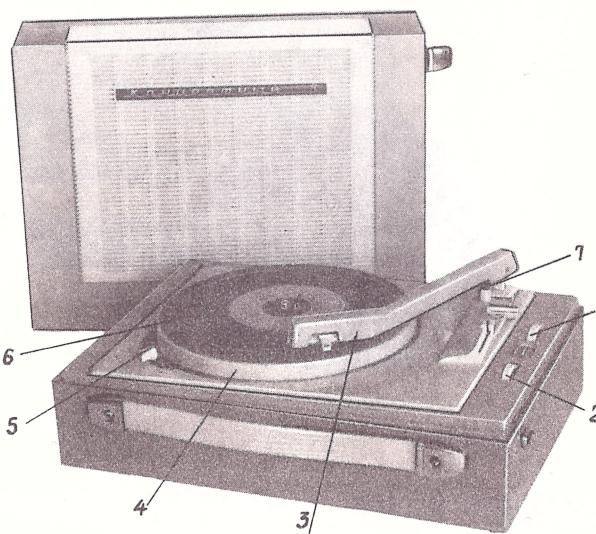

Рис.5
Переключение скоростей вращения диска производится перемещением ручки 5 (см. рис.5) на соответствующие цифры, указывающие число оборотов диска в минуту (45, 16, 33, 78).
Микролифт 7 (см. рис.5) — устройство, производящее опускание на пластинку и подъем звукоснимателя.
Поставьте крышку на некотором расстоянии от основания электрофона, повернув ее лицевой поверхностью к слушателям (рис.5), а сетевой шнур, армированный штепсельной вилкой, включите в сетевую
штепсельную розетку. Установите ручку переключения скоростей 5 (рис.5) на цифру, соответствующую скорости записи грампластинки. Поворотом ручки головки звукоснимателя поставьте необходимую иглу так, чтобы цифра "78" (для обычных) или знак " $\Delta$ " (для долгоиграющих грампластинок) на ручке головки были видны сверху.
Поворотом ручки регулятора громкости 1 (рис.5) от себя включите электрофон, при этом должен быть слышен легкий щелчок.
Поднимите звукосниматель 3 (рис.5) со стойки, отведите его вправо до упора и установите иглу звукоснимателя над интересующей Вас за-
Вращением ручки регулятора громкости 1 и тембра 2 (рис.5) отрегулируйте громкость и тембр звучания.
В электрофоне предусмотрена возможность проигрывания грампластинок с центральным отверстием 38 мм, для чего достаточно перевернуть резиновый кружок 6 (рис.5).
Высота иглы звукоснимателя перед началом проигрывания регулируется винтом внутри втулки 7 (рис.5), поднимающей звукосниматель, с помощью отвертки шириной не более 2,5 мм и должна быть не менее 3 мм над пластинкой.
4. Диск 4 (рис.5).